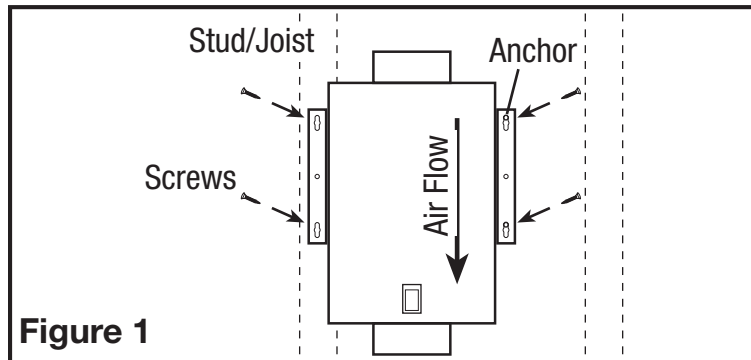

Figure 1
- Montage en surface:** Localisez au moins un goujon ou une solive. Placez le ventilateur en position de sorte que le support de montage soit centré sur le goujon ou la solive et marquez l'emplacement des quatre (4) trous. Retirez le ventilateur et installez des ancrages muraux / de plafond correctement dimensionnés pour les trous qui ne vont pas directement dans une solive ou le goujon. Positionnez le ventilateur en place et fixez-le avec des vis (non inclus) (**Figure 1**).